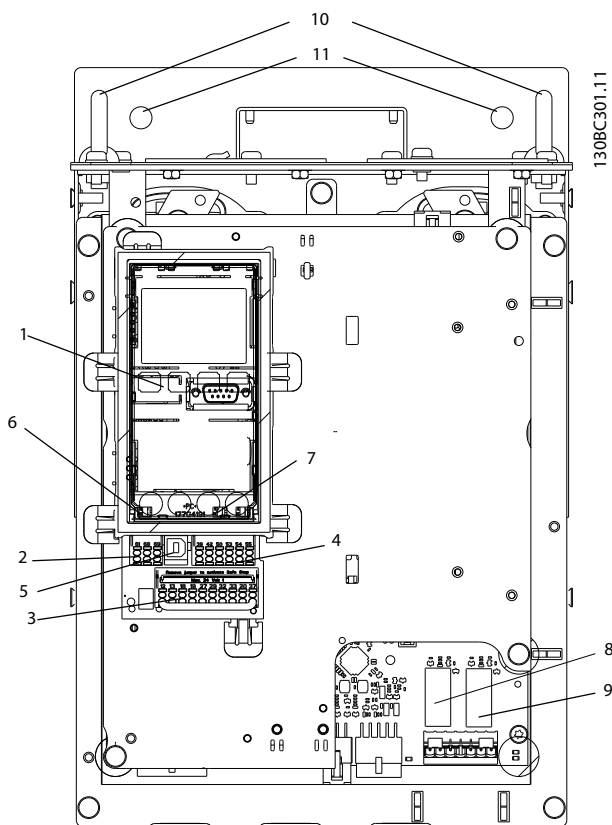

Bild 6.61 Placering av reläkontakter, pos. 8 och 9
- Ta bort alla reläkontakter som är märkta med "RELÄ". Se Bild 6.61.